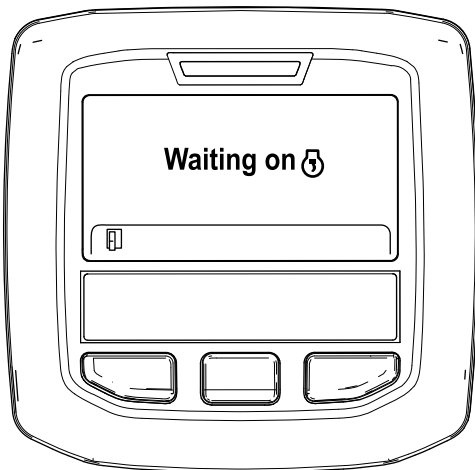

Рисунок 48
- В. Появится сообщение «Waiting on » («Ожидание») (Рисунок 48).